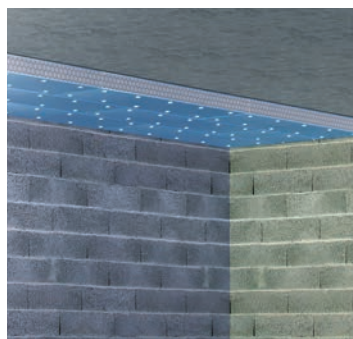
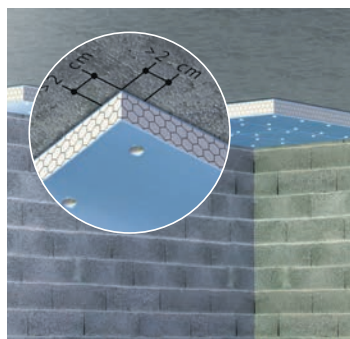
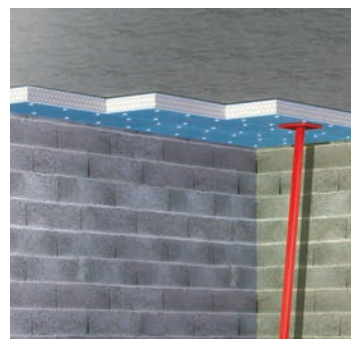

Fig. 18 : Fixation mécanique directe
Fig. 19 : Perçages et fixations des panneaux
Fig. 20 : Mise en place et fixation des panneaux
- Mise en place des panneaux : les panneaux sont posés bord à bord à joints serrés et décalés (fig. 18). La pose du 1^{er} panneau s'effectue dans un angle (fig. 19 et 20). Pour les panneaux à sous-face décorative, on prendra soin d'effectuer un calepinage précis afin de répartir au mieux les joints et les coupes.
En règle générale, les fixations sont au nombre de 8 au m² et doivent être positionnées à 10 cm minimum des bords des panneaux (fig. 19). Le perçage se fait après mise en place du panneau contre le support, tandis que celui-ci est maintenu en position haute (fig. 20). La mise en place des fixations se fait à l'aide d'un marteau pour les chevilles à frapper. Pour les solutions à visser, vous pouvez utiliser le perforateur ou une visseuse.